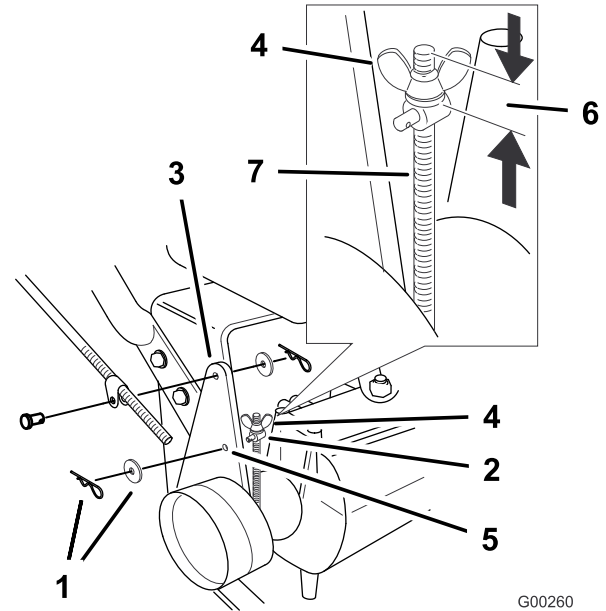

Figura 41
**Nota:** Per la messa a punto iniziale, regolate l'altezza del dado ad alette in modo tale che la distanza dalla sua base alla sommità dell'asta filettata sia di 32 mm (Figura 41).
6. Per regolare il freno, toglie la coppiglia e la rondella dalla leva del freno e dal barilotto (Figura 41).
9. Inserite il barilotto nel foro F (Figura 41). Serrate il dado ad alette.
10. Assicurate il barilotto alla leva del freno per mezzo della rondella e della coppiglia (Figura 41).